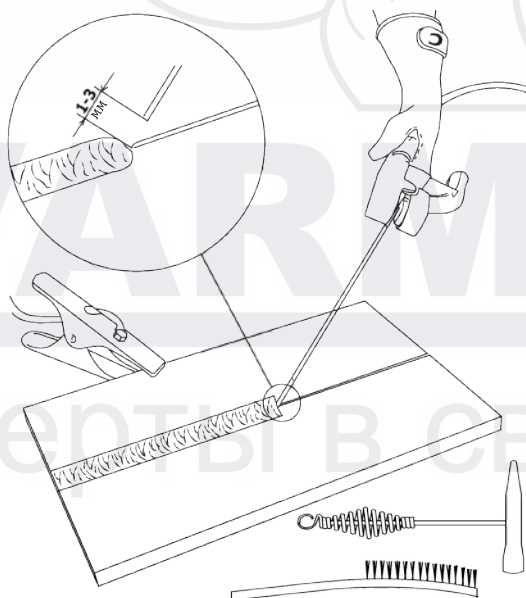

Рис. 8.11. Перед началом работы.
8. Начинайте сварочный процесс (См. рис. 8.11).
Перед началом работы не забудьте проверить следующее (См. рис. 8.11):